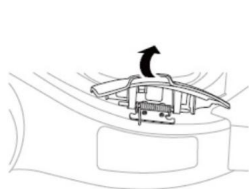

Fig. 9A
3. Soulever le volet latéral pour l'évacuation latérale. (Fig. 9A)